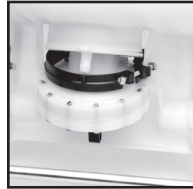

Figure 2
2. Placez le pulvérisateur sur le dos, l'assemblage de la pompe tourné vers vous, et retirez la tige de pompage (C). Desserrez le collier de serrage du tuyau et retirez le tuyau de pression (D). Desserrez ensuite le collet à la base du pulvérisateur (E) (Figure 2).